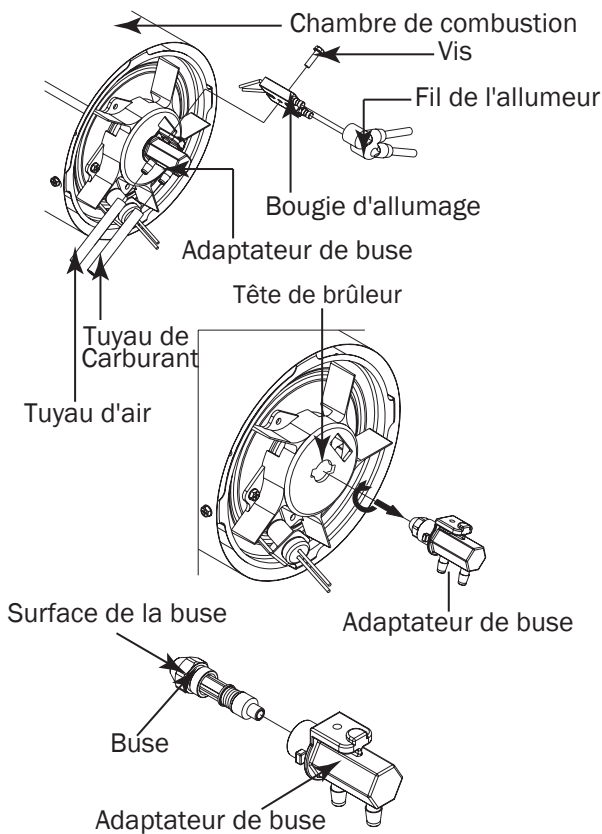

Figure 16 – Remplacement de la buse pour les modèles CP050EK-CP175FK
- Tournez l'adaptateur de la buse de 1/9 de tour (40°) dans le sens contraire des aiguilles d'une montre et tirez-le vers le moteur pour le retirer (voir figure 16).